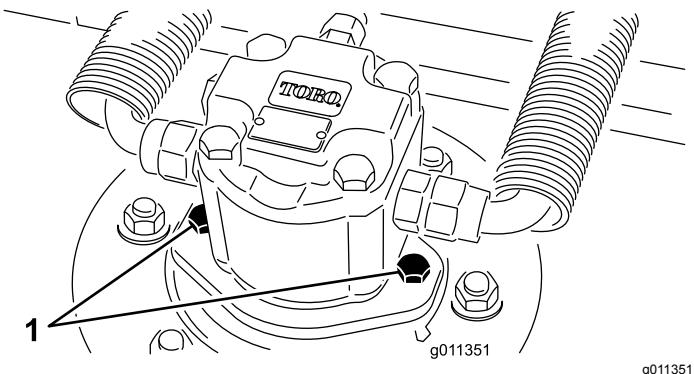

Figura 59
- Desconecte y retire el motor hidráulico de la unidad de corte (Figura 59). Tape la parte superior del eje para evitar la contaminación.
- Instale el motor hidráulico en la carcasa (Figura 59). Asegúrese de que la junta tórica está correctamente colocada y que no está dañada.